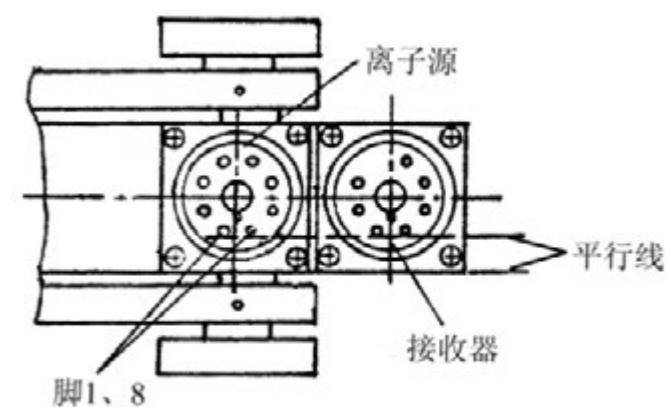

图 4-2 离子源对中方法
4. 把新离子源放入腔体, 注意定位键方向, 如图 4-2, 脚 1 和脚 8 联线应平行于壳体边沿。